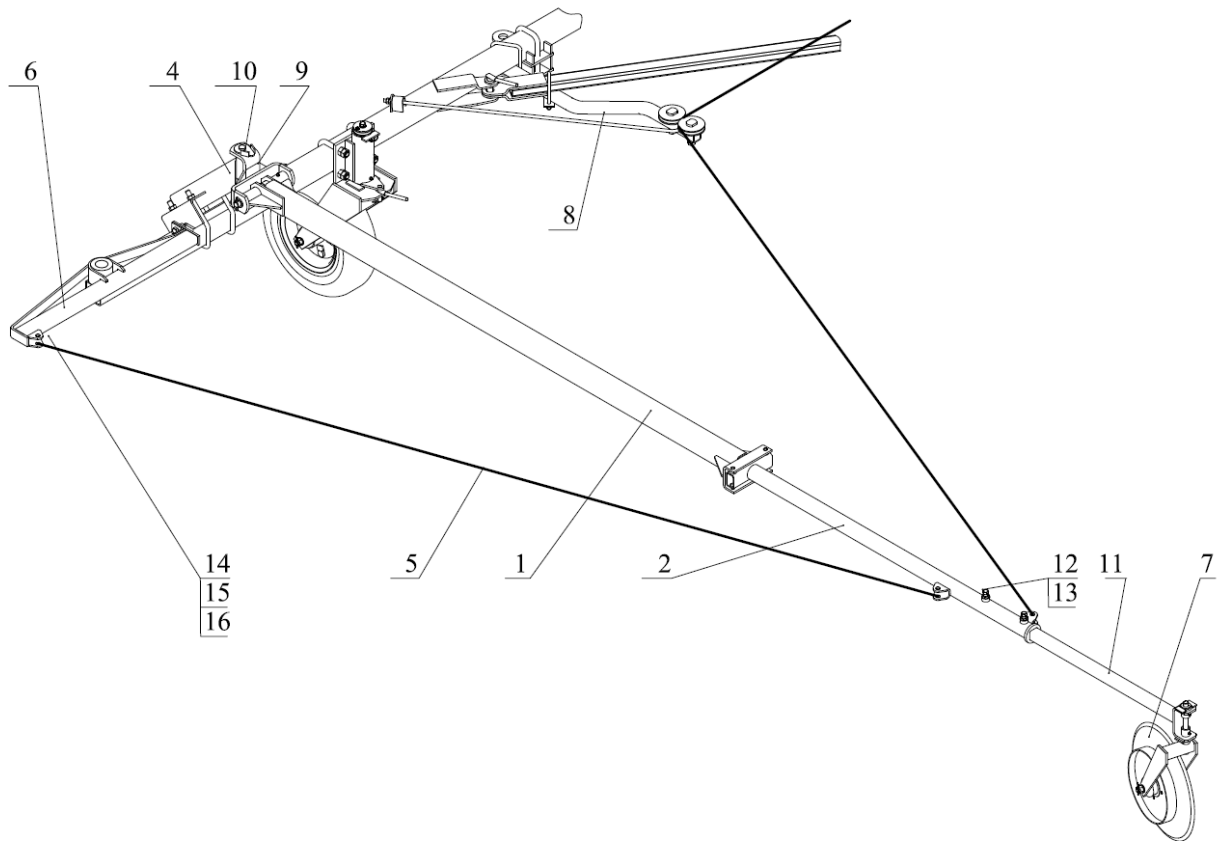
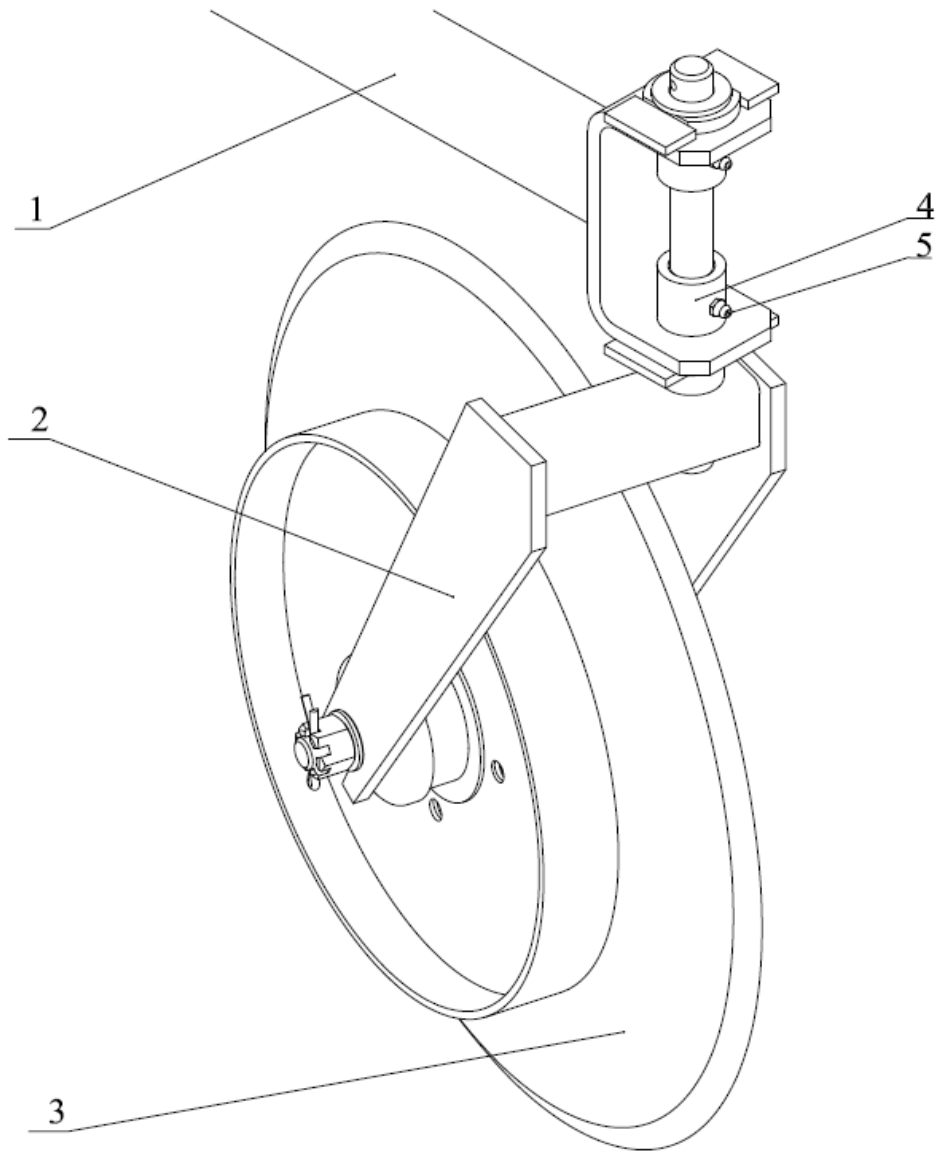

Рис.5 Маркерная штанга в сборе.
Рис.6 Следоуказатель.
2.5.1 Маркер (рис.5) состоит из штанг 1, 2, следообразователя 7. Штанга одним концом шарнирно опирается на кронштейн 4, а другим с помощью следообразователя 7- на почву. Следообразователь телескопически соединяется со штангой 2, имеет вилку 2 (рис.6) со следообразующим маркерным диском 3.
2.5.2 Сквозь амортизатор и направляющие ролики проходит трос 3 (рис.5), соединяющий правую и левую штанги. Длина троса рассчитана таким образом, что одна часть маркера находится в нерабочем положении, а другая - в рабочем и образует след на незасеянном участке поля.
2.5.6 Сквозь амортизатор и направляющие ролики проходит трос 3 (рис.5), соединяющий правую и левую штанги. Длина троса рассчитана таким образом, что одна часть маркера находится в нерабочем положении, а другая - в рабочем и образует след на незасеянной части поля.